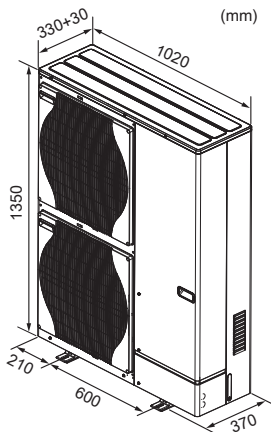

Fig. 2-2
2.2. Vanjske dimenzije (vanjska jedinica) (Fig. 2-2)